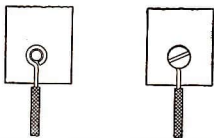

Bild 19
31. Warum muß die Drahtöse so aufgesetzt werden, wie Bild 19 es zeigt?